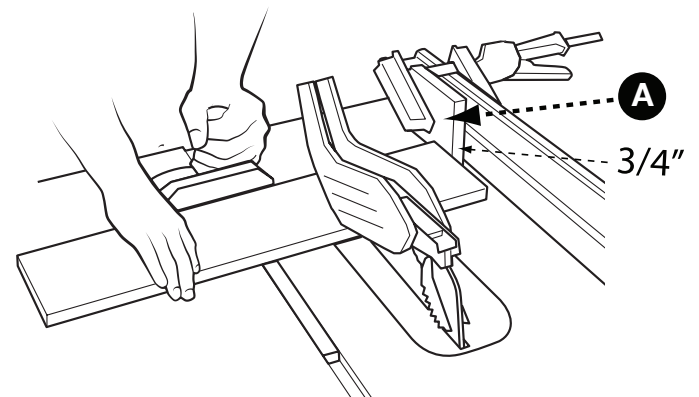

FIGURE 46
Lors de la coupe transversale d'un certain nombre de pièces de la même longueur, vous pouvez fixer un bloc de bois (A) (voir figure 46) au guide et l'utiliser comme une jauge de découpe. Le bloc (A) doit être d'au moins 3/4 po (19 mm) d'épaisseur pour empêcher la pièce coupée de se coincer entre la lame et le guide. Une fois que la longueur de découpe est déterminée, verrouiller le guide et utiliser le guide d'onglet pour pousser la pièce dans la lame.